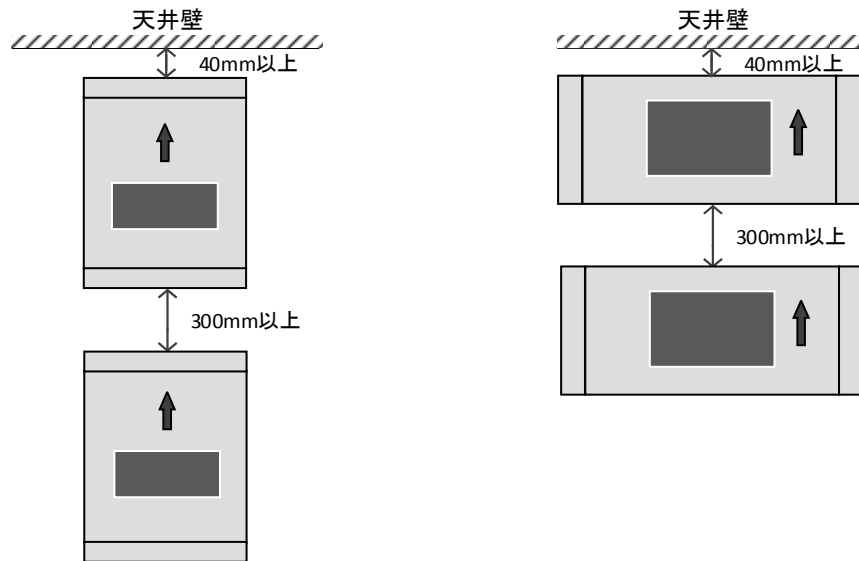

図 31. 電源部取付時の注意事項
- (1) 電源部は本体に表示されている矢印を上向きにして取り付けて下さい（図 31）。
- (2) 天井壁からは放熱のため 40mm 以上離して取り付けて下さい（図 31）。電源部の周囲に熱がこもることにより、電源部の周囲温度が 40°C を越え期待寿命（20 年以上）が短くなる可能性があります。
- (3) 電源部を矢印方向に重ねて配置しないで下さい。やむをえず重ねて配置する場合は、300mm 以上離して配置して下さい（図 31）。電源部の周囲に熱がこもることにより、電源部の周囲温度が 40°C を越え期待寿命（20 年以上）が短くなる可能性があります。
- (4) 保護連動装置は振動が少なく、操作性の良いところに取り付けて下さい。